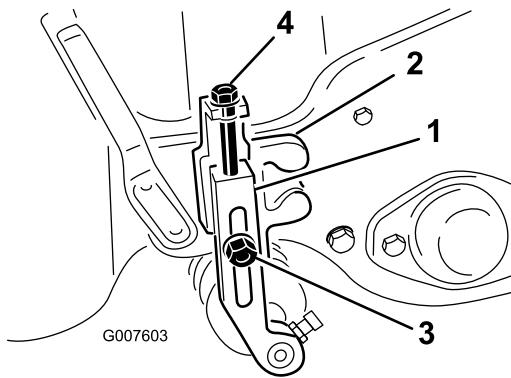

Figura 41
- Afloje las contratuerzas que sujetan los brazos de ajuste de la altura de corte a los soportes de ajuste (Figura 41).